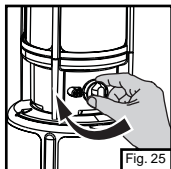

Fig. 25
- ⇒ Réglez la commande à l'arrêt. (Fig. 25)